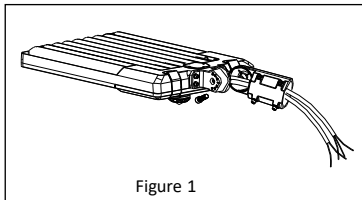

Figure 1
1. Retirez les vis de montage du luminaire, puis faites passer les fils dans le support. **Reportez-vous à la Figure 1.**